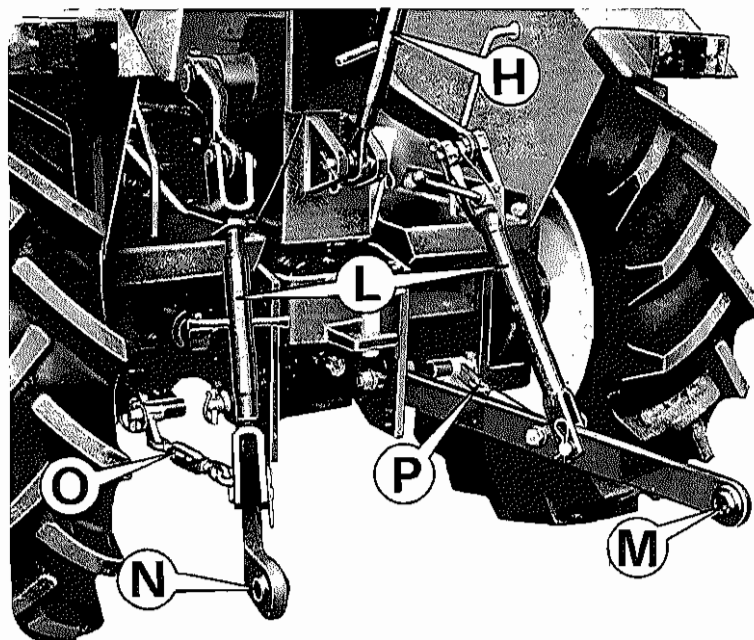

Fig. 59
- L'attacco a tre punti è composto da Fig. 59:
The 3-point hitch is formed of: (Fig. 59)
L'attelage 3 points se compose de (Fig. 59):
La conexión a tres puntas está compuesta por: Fig. 59